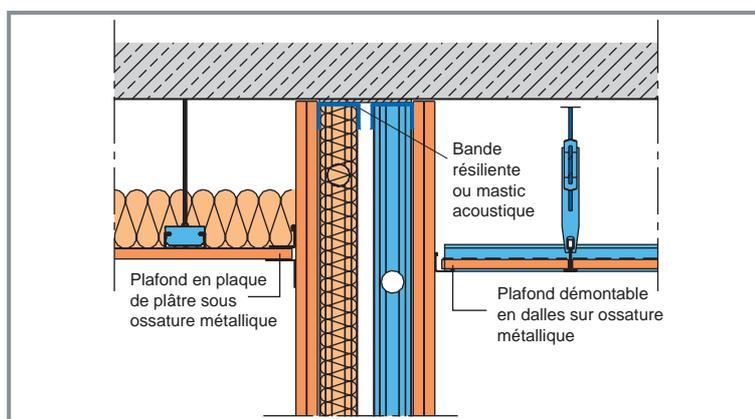

Fig. 13
10) Jonction cloison - plafond, respect de l'isolement acoustique (Fig. 13 et 14)